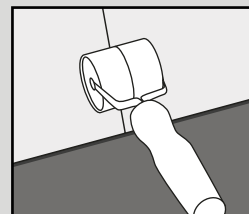

Fig. 4
5. Ga door met het leggen van de planken naar de andere kant van de ruimte tot de rij compleet is; gebruik een handroller als hulpmiddel. (Fig. 4) Alleen indien nodig een rubberen hamer en een restant van het product gebruiken om het product zachtjes aan te tikken. U kunt een slagijzer gebruiken om het product langs de randen van de ruimte in elkaar te duwen (Fig. 5).